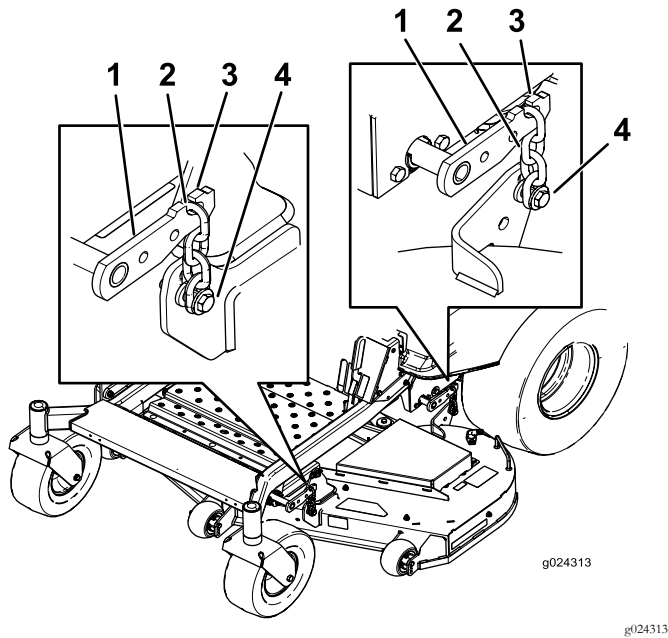

Figura 72
- Afloje los pernos de ajuste en las cuatro esquinas, hasta que la carcasa quede bien asentada sobre los cuatro bloques (Figura 72).
- Asegúrese de que las cuatro cadenas están tensadas (Figura 72).
- Apriete los cuatro pernos de ajuste (Figura 72).